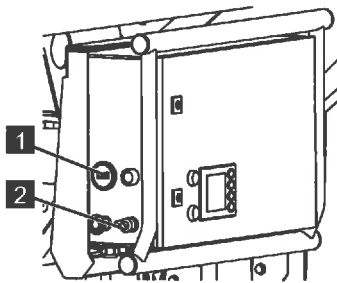

Abb. 206
1. Zündschalter (Abb.206/2) im Uhrzeigersinn auf [1] stellen.
2. Batteriekapazität an der Batterieanzeige (Abb.206/1) ablesen und mit der nachfolgenden Tabelle abgleichen.